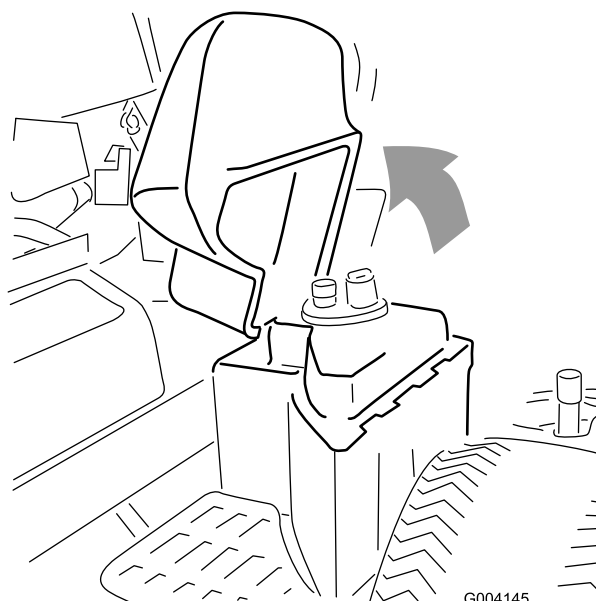

Figura 35
2. Alzate il coperchio del serbatoio idraulico, sul lato destro della macchina (Figura 35).